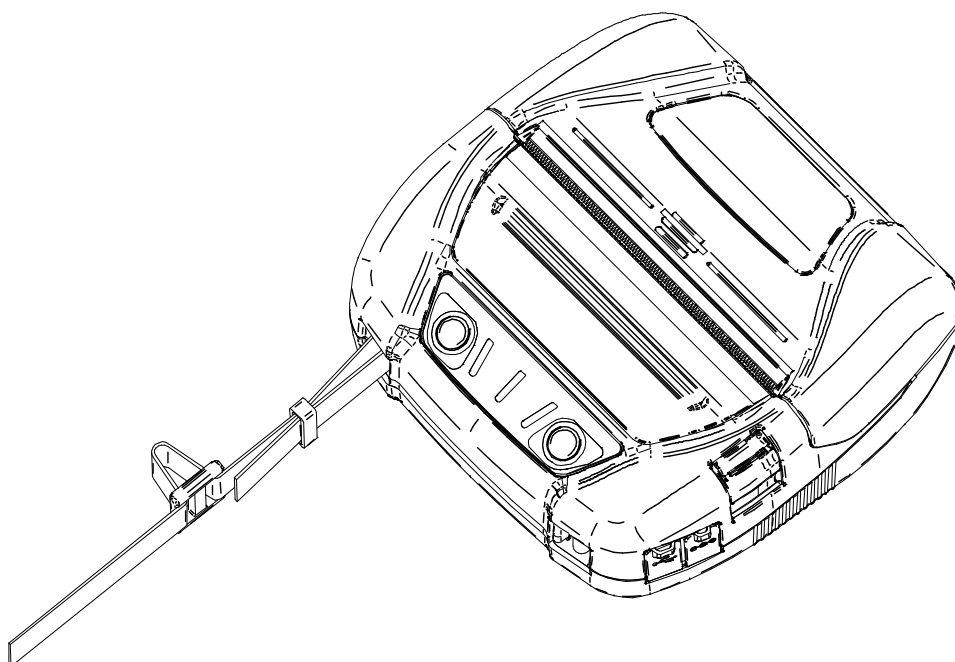

Figura 14-5 Colocación de la correa de hombro (2)
- (2) Pase el principio de la correa de hombro doblada a través de la anilla tal como se muestra en la Figura 14-5.